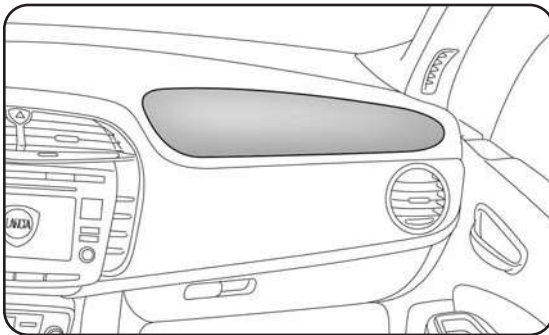

fig. 13
**FRONT AIRBAG ON PASSENGER'S SIDE fig. 13**